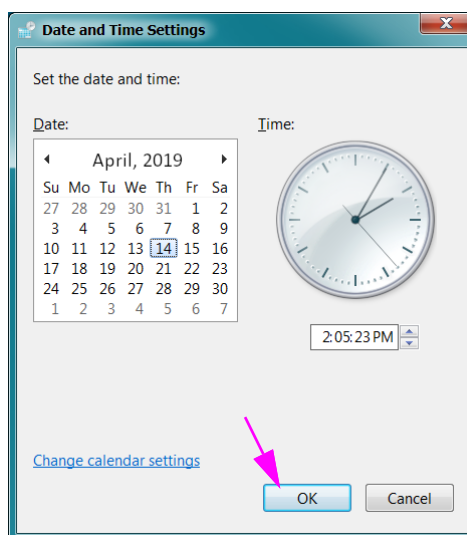

Figure 2-32. Boîte de dialogue Date and Time Settings (Réglage de la date et de l'heure)
2. Cliquez sur le bouton **Change Date and Time (Changer la date et l'heure)...**. La boîte de dialogue Date and Time Settings (Réglage de la date et de l'heure) s'affiche. Voir la Figure 2-32.